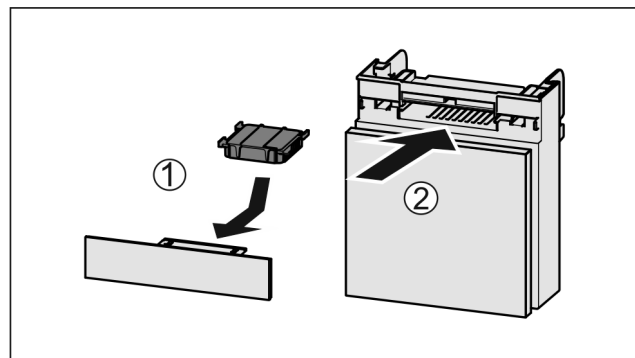

Fig. 132
- Filtr s aktivním uhlím vložte podle vyobrazení Fig. 132 (1).
- Zásuvku zasuňte Fig. 132 (2).